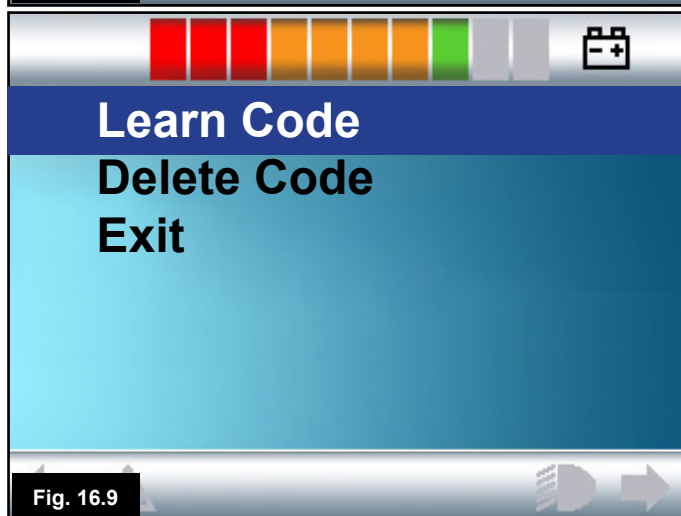

Fig. 16.9
5. Velg "Learn Code" (Lær kode) ved bruk av den høyre knappen på Omni når alternativet er uthevet (Fig. 16.9).